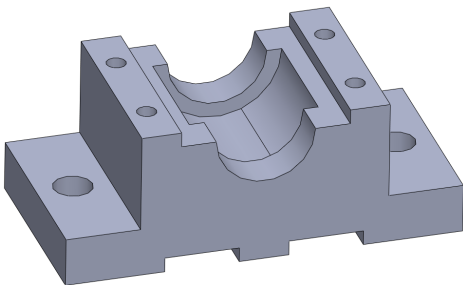

图 7-5 创建分割线效果
(5) 单击【确定】按钮, 即可创建分割线, 效果如图 7-5 所示。